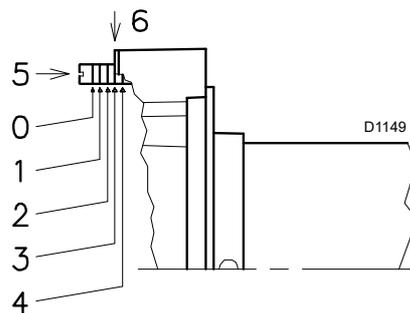
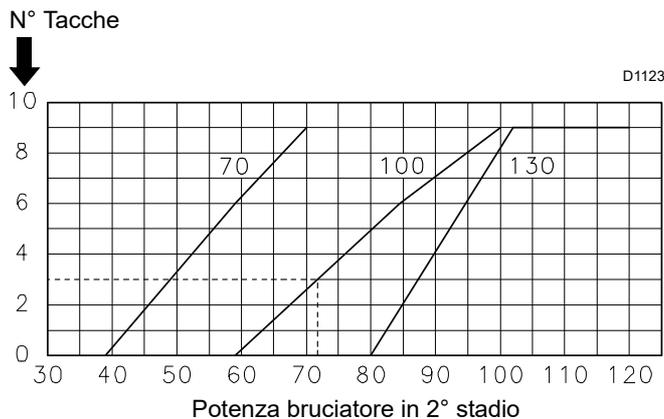

Fig. 18
Fig. 19
- Ruotare la vite 5 (Fig. 18) fino a far collimare la tacca indicata dal diagramma (Fig. 19) con il piano anteriore della flangia 6 (Fig. 18).
- Dal diagramma (Fig. 19) risulta che per questa portata la regolazione della testa di combustione va effettuata sulla tacca 3, come in Fig. 18.